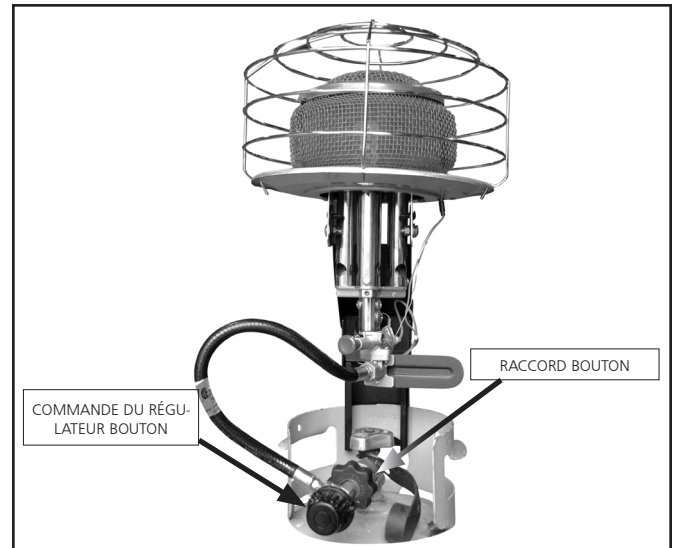

Figure 2
5. Assurez-vous que le régulateur du chauffage est en mode "OFF". Insérez le tuyau dans la valve du réservoir et tourner le bouton dans le sens contraire de la montre tout en serrant. Ne pas trop serrer. (Figure 2)